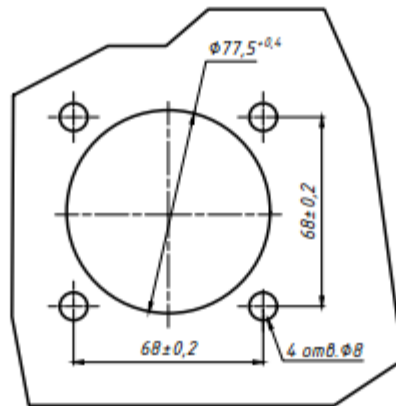

Рисунок 4 - Габаритный чертеж приборов М1420, М1420.1
7.1 Разметку щита для монтажа приборов производите тщательно, без перекосов в соответствии с габаритным чертежом (рисунок 4).